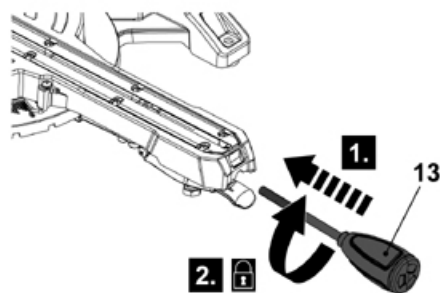

Fig. 2
- > Insira o eixo na abertura e aparafuse a pega de bloqueio da plataforma giratória (13) no produto (Fig. 2, passo 1).
- > Depois aperte a alavanca de bloqueio (Fig. 2, passo 2).